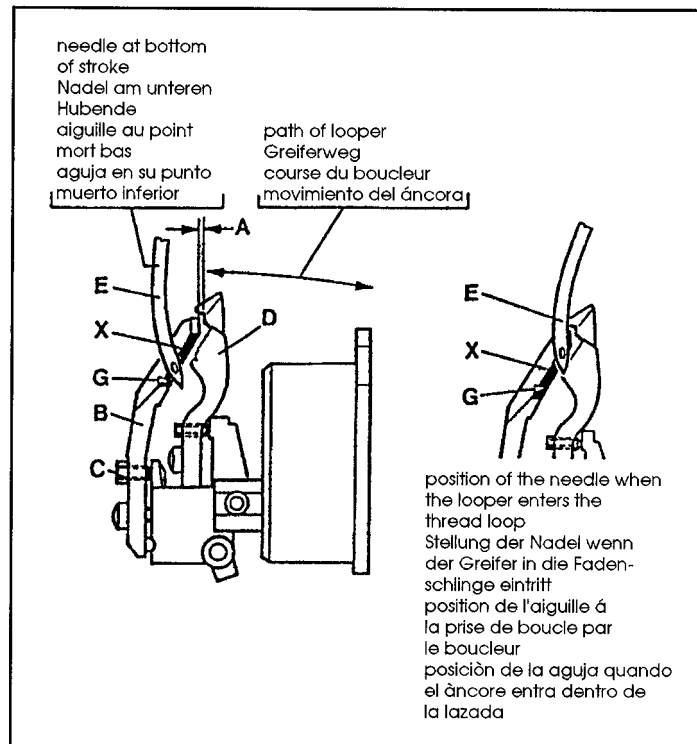

Fig. 6
Adjust the looper (D, Fig. 6) as described in paragraph "Setting the looper", see page 10.
NOTE: It is advisable to remove the rear needle guard (B, Fig. 6) for setting the looper.
Assemble the rear needle guard (B, Fig. 6). With set screw (C) adjust the distance (A) between looper (D) and rear needle guard (B) to 0.5 mm (.020 in.).
Laterally (front to rear) set the rear needle guard (B, Fig. 6) with its guarding surface (G) close to the needle (E) even so that it barely contacts it, to avoid hitting of the needle by the looper point.
Edge (X, Fig. 6) on the guarding surface (G) of the rear needle guard (B) should not essentially disturb the needle thread. If disturbance of the needle thread occurs it can be eliminated by slightly changing the 0.5 mm (.020 in.) distance between looper and rear needle guard as well as by slightly changing the needle height.
Stellen Sie den Greifer (D, Fig. 6) wie im Abschnitt "Einstellung des Greifers" beschrieben ein, siehe Seite 10.
BEACHTEN SIE: Es ist ratsam, zum Einstellen des Greifers den hinteren Nadelanschlag (B, Fig. 6) zu entfernen.
Bauen Sie den hinteren Nadelanschlag (B, Fig. 6) ein. Stellen Sie mit dem Gewindestift (C) den Abstand (A) zwischen Greifer (D) und hinterem Nadelanschlag (B) auf 0,5 mm.
Seitlich (von vorne nach hinten) stellen Sie den hinteren Nadelanschlag (B, Fig. 6) mit seiner Schutzfläche (G) dicht an die Nadel (E), so dass er sie gerade berührt, um zu verhindern, dass die Nadel von der Greiferspitze getroffen wird.
Die Kante (X, Fig. 6) an der Schutzfläche (G) des hinteren Nadelanschlages (B) soll den Nadelfaden nicht wesentlich stören. Tritt eine Störung des Nadelfadens auf, kann diese durch leichtes Verändern des 0,5 mm Abstands zwischen Greifer und hinterem Nadelanschlag sowie durch leichtes Verändern der Nadelhöhe beseitigt werden.
Régler le boucleur (D, Fig. 6) comme indiqué au paragraphe "Réglage du boucleur" page 10.
Monter le protège aiguille arrière (B, Fig. 6). Avec la vis (C) régler à 0,5 mm la distance (A) entre le boucleur (D) et le protège aiguille arrière (B).
Régler latéralement (avant-arrière) le protège aiguille arrière (B, Fig. 6) avec la surface de protection (G) près de l'aiguille de même qu'elle frôle pour éviter tout contact avec la pointe du boucleur.
Le bord (X, Fig. 6) du protège aiguille ne doit surtout pas interférer avec le fil d'aiguille. Si cela se produit, il est possible d'y remédier en modifiant légèrement de 0,5 mm entre le boucleur et le protège aiguille et, éventuellement, en changeant la hauteur de l'aiguille.
Ajustar el ánora (D, Fig. 6) tal como se describe en el párrafo "Colocación del ánora", ver página 10.
Montar el salva agujas posterior (B, Fig. 6). Con el tornillo de fijación (C) ajustar la distancia (A) entre ánora (D) y salva agujas posterior (B) para que sea de 0,5 mm.
Ajuste lateral (de detrás hacia adelante) del salva agujas posterior (B, Fig. 6) en la zona (G), que deberá estar lo más cerca posible de la aguja (E), de forma de que apenas tome contacto con el salva agujas (E) para evitar el choque entre la punta del ánora y aguja.
El canto (X, Fig. 6) de la zona de contacto (G), del salva agujas posterior (B), debe situarse de manera que no desvie el hilo de la aguja. Si esto ocurre, puede eliminarse moviendo ligeramente la distancia de 0,5 mm que existe ánora y salva agujas posterior, o variando ligeramente la altura de la aguja.